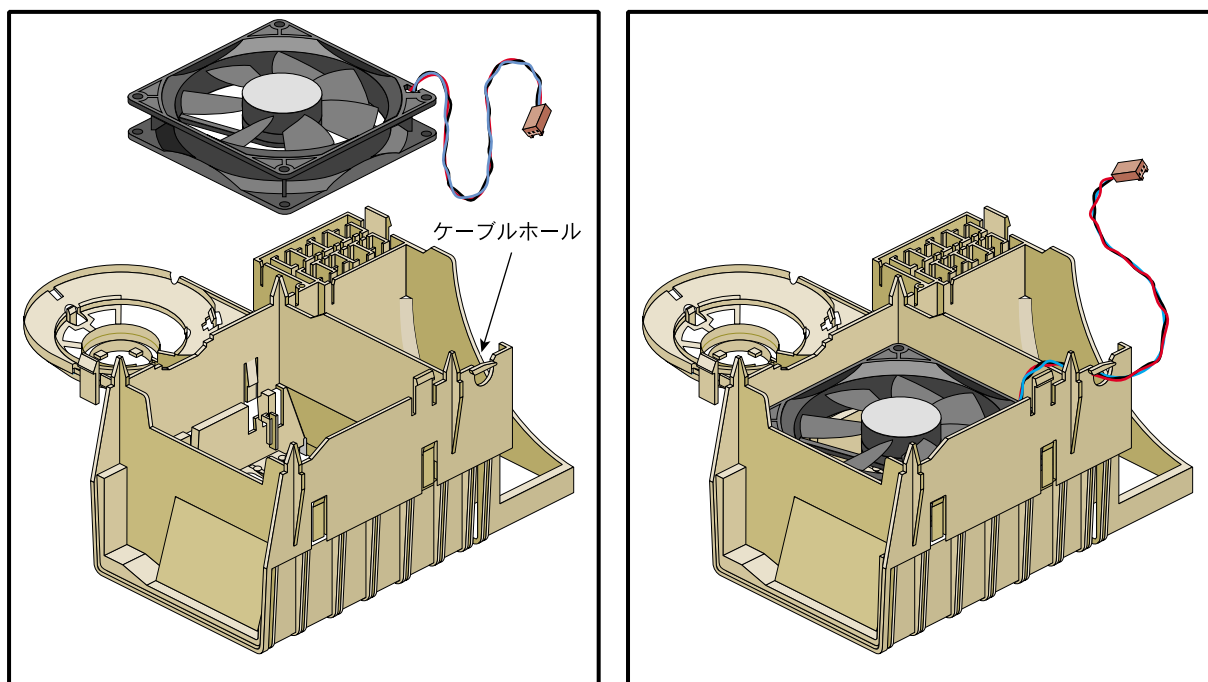

図2-16 ファンをプラスチックフレームに取り付ける
2. ファンをフレームに挿入します。図2-16に示すように、プラスチックフレームのスロットの隣からファンケーブルが出ていることを確認します。
4. 図2-16に示すように、ケーブルコネクタを渡して、ケーブルスロットの隣にある穴にケーブルを通します。